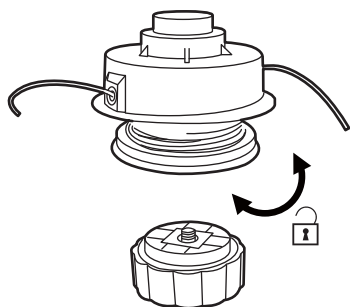

Fig. 16a
- > Démontez la tête de coupe (22) en dévissant le butoir dans le sens des aiguilles d'une montre (fig. 16a).